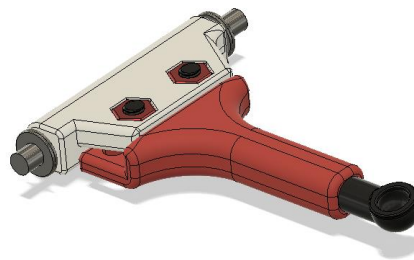

Figura 14
- Se decide poner las tuercas por la parte superior, en la pieza denominada “brazo inferior-2” (pieza blanca en figura 14) para que las cabezas de los tornillos queden por abajo y no rocen con los tirantes de la dirección evitando movimientos de la dirección no deseados.
- La pieza denominada “brazo inferior-1”, tiene forma de “T” (pieza roja en figura 14) con una parte estrecha para evitar que la rueda al girar no roce con esta, y que no se frene, lo que provocaría trompos en el derrape. En esta pieza también se encuentra la guía por la que se deslizan los tornillos a la hora de ajustar el caster.